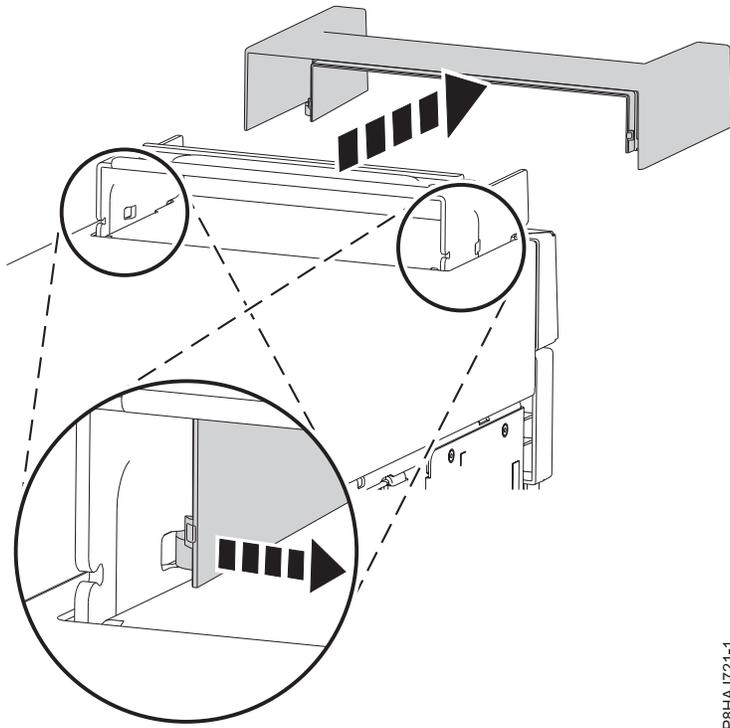

Figura 24. Extracción de la tapa de asa de un sistema 8286-41A autónomo
3. Extraiga la tapa de asa deslizándola hacia la parte frontal del sistema y levantándola luego. Consulte la Figura 24 en la página 44.